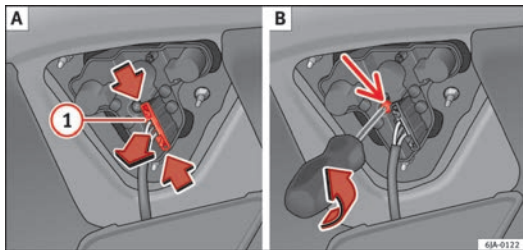

Abb. 169 Lampenträger ausbauen
- Lösen Sie den Stecker ① → Abb. 169 A und schrauben Sie den Lampenträger → Abb. 169 B ab. Achten Sie darauf, die Befestigungsschraube des Lampenträgers nicht zu verlieren.